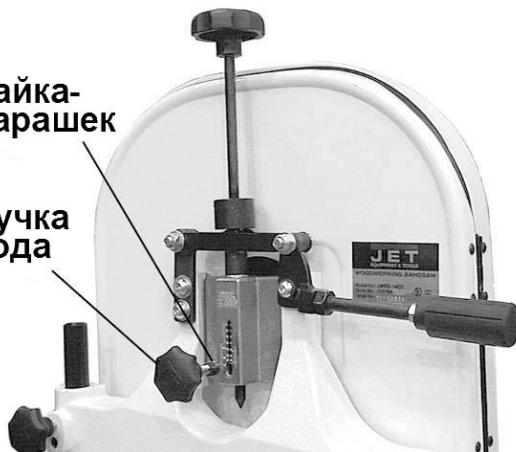

Рисунок 7.
2. Убедитесь, что натяжение пилы минимально при нижнем положении ослабляющего рычага. См. Рис. 7.
3. Если необходима настройка, ослабьте гайку-баращек (Рис. 7), и слегка затяните ручку хода, чтобы сдвинуть полотно к задней части станка. Легкое ослабление ручки хода приведет к движению полотна к передней части станка.